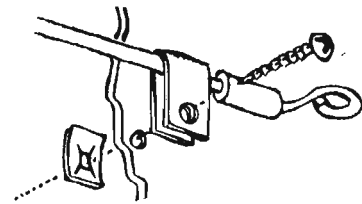

Fig. 2. — Fixation du collier
Le support de fixation « Relax 60 » (1) a été conçu pour l'installation rapide d'un récepteur portatif à transistors quelconque à bord d'une voiture. Le croquis de la figure 1 montre l'aspect de ce support et le mode de fixation du récepteur. Ce support reste bien entendu fixé sous le tableau de bord de la voiture. Sur la partie inférieure du cliché, on distingue le rectangle en tube qui, lorsque le récepteur est retiré, se trouve replié sur le même plan que les autres tubes par deux ressorts. Un caoutchouc avec boucle spéciale maintient le récepteur. Pour enlever le récepteur il suffit de retirer le caoutchouc. La figure 2 montre le mode de fixation des colliers à l'aide des vis spécialement prévues.